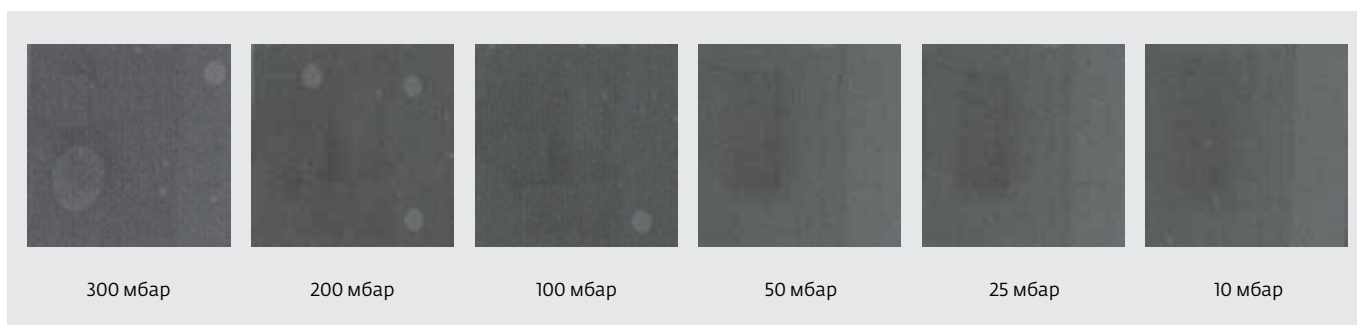

Рис.4. Результаты пайки в разреженной среде
- пайка в разреженной среде (рис.4). Значительное уменьшение количества пустот